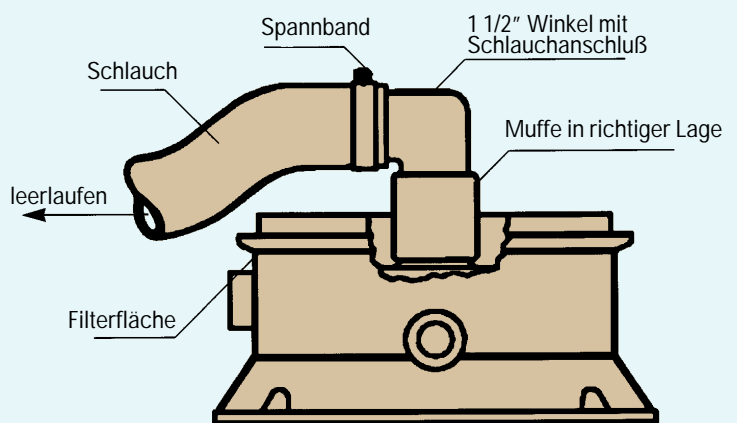

Abb. 5
Bevor das Filterelement entfernt und gereinigt wird, Stopfen von diesem Anschluß entfernen zwecks Leerung des Tanks und Sockels. Es wird empfohlen, ein 3/4"-Ventil mit Schlauchanschluß an diesen Entleerungsanschluß zu montieren, um Schmutzwasser von der Installationsfläche abfließen zu lassen. Sobald das Filterelement entfernt worden ist, muß Fremdmaterial von dem Sockel durch diesen Anschluß gespült werden (s. Abb.5).
2. Schlauch an Winkel anbringen, wie Abb. 5.